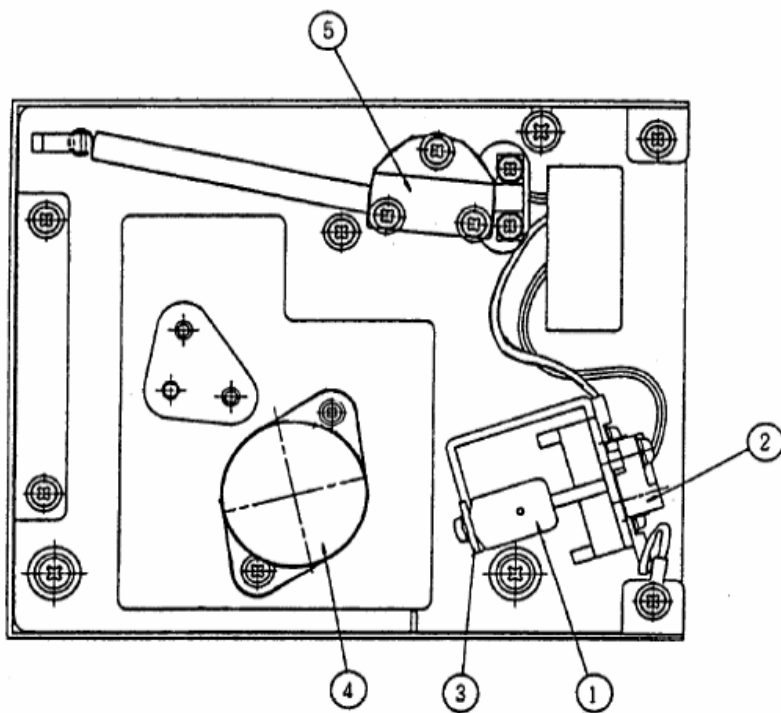

图 15：光源室内部图
(2) 更换 D2 灯：缓慢将 D2 灯从插座上垂直向上拔起，将新的 D2 灯插入插座（D2 灯插脚上有一定位凸边，该凸边必须对应插座上的凹槽才能将 D2 灯插入），并检查插入是否牢固（光源室的内部图见下图 15）。
(3) 更换 WI 灯：
- 2) 移走 WI 灯前端的“WI 灯弹性固定片”(图 15 中的③)。